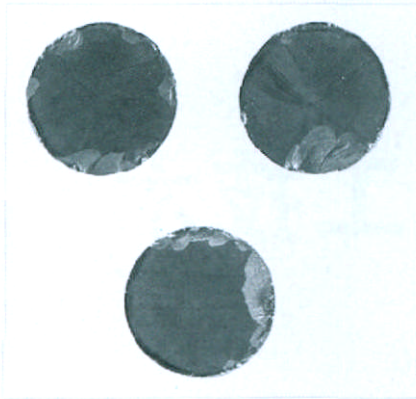

图3 刀片磨损情况
(4) 对于不同硬度的材料要选用合理的切削参数及走刀路线,使进给和切速优化组合,只有这样才能保证高效切削。
(5) 刀片正面如果出现局部崩刃(见图3)是由于侧面磨损加剧产生压力造成,这种现象通常不影响刀具的性能。实际上,刀片前面崩刃后会产生新的锋利的刀刃,切削可以继续,切削效果也令人满意,在精加工时“崩刃”会影响光洁度,还会产生“毛边”。“崩刃”时,在刀片前面可看到火花,此火花是由于温度很高的铁屑通过刀片粗糙平面时产生的,应降低进给完成本次切削。
(6) 在下次切削前,应检查是否需要更换刀片,粗加工时应充分利用已“崩刃”的刀片,不要匆忙决定放弃该刀片。可以继续使用已“崩刃”刀片直到的确不能切削为止。
(7) 陶瓷刀片不会出现严重断裂而酿成事故,除非执行了严重的错误操作。陶瓷刀片主要磨损形式有崩刃、后刀面磨损。所谓后刀面磨损是一种渐进的磨损形式,各种刀具都存在这种磨损,其磨损程度与相应的切速是衡量刀具寿命的指标。对于镍基合金零件陶瓷刀片的沟状磨损现象发生在切深线上,理想的应用方法应是沟状磨损达到最大的同时后刀面磨损也达到最大。沟状磨损允许扩展至刀片1/3的厚度上,迅速的